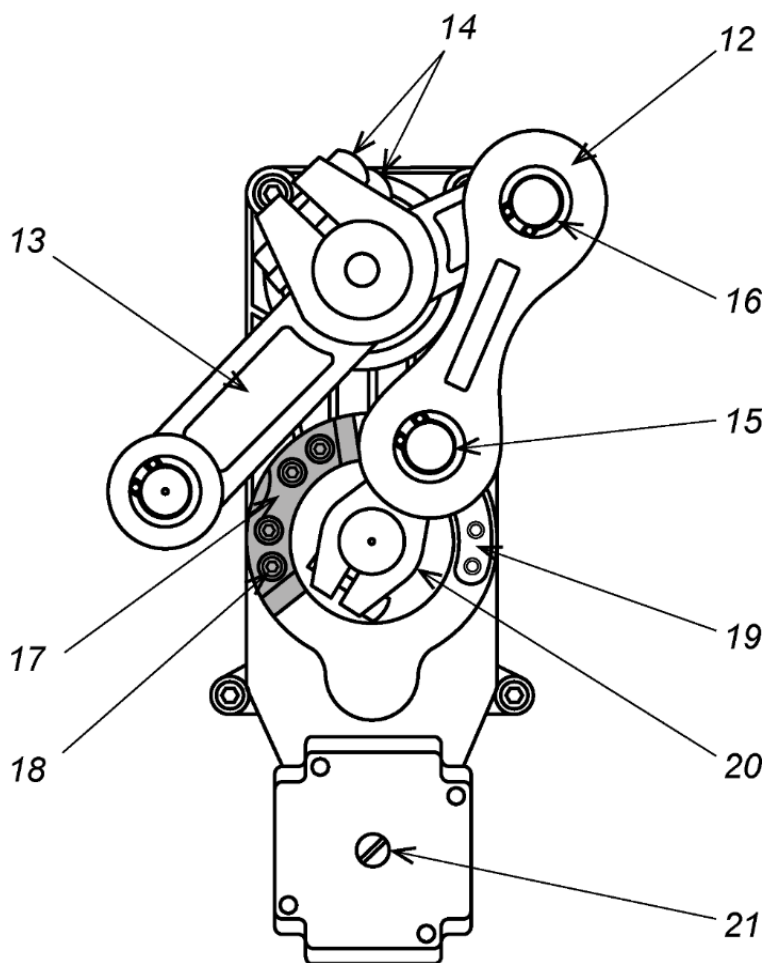

Рисунок 9. Порядок переустановки стрелы шлагбаума
По умолчанию шлагбаум поставляется с положением стрелы, рассчитанной на правосторонний проезд (стойка шлагбаума фронтальной стороной располагается справа от проезжей части). При необходимости изменения этого положения на противоположное выполните следующие действия (см. рис. 9):
- вращайте винт (ручку) разблокировки привода (21) (см. рис. 9) влево или вправо до тех пор, пока нижний шарнир шатуна (12) не выйдет из крайнего положения и стрела не станет поддаваться ручному воздействию вверх,
1. Откройте дверцу (2) стойки шлагбаума.
2. Шестигранным ключом S10 ослабьте два болта (14), фиксирующие рычаг (13) на валу кронштейна стрелы (см. рис. 9). Придерживайте стрелу от падения!